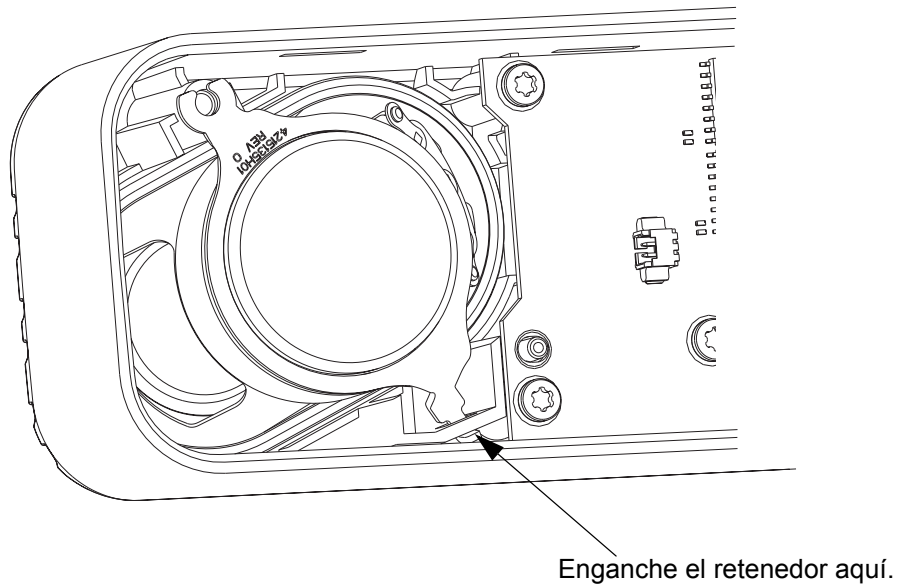

Figura 5-39 Montaje del retenedor del parlante
- b. Enganche un lado del retenedor del parlante en el conjunto de la unidad de control como se muestra en la Figura 5-39.